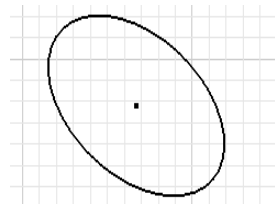

图 2-12 绘制椭圆
(3) 可利用椭圆工具  绘制椭圆。单击该工具按钮后, 首先在绘图区域内单击左键以确定椭圆圆心位置, 然后拖动鼠标以改变椭圆长轴的方向和长度, 合适后单击左键即可确定, 再拖动鼠标确定短轴的长度即可, 此时可预览到椭圆的形状, 符合要求后单击鼠标左键, 椭圆即可生成, 绘制的椭圆如图 2-12 所示。